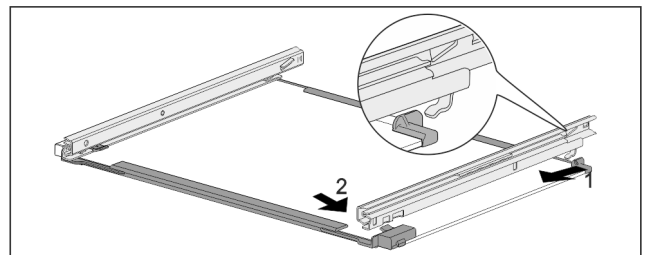

Fig. 66 Płyta szklana z szynami
- ▶ Zaczepić szynę z tyłu. Fig. 66 (1)
- ▶ Zazębić szynę z przodu. Fig. 66 (2)